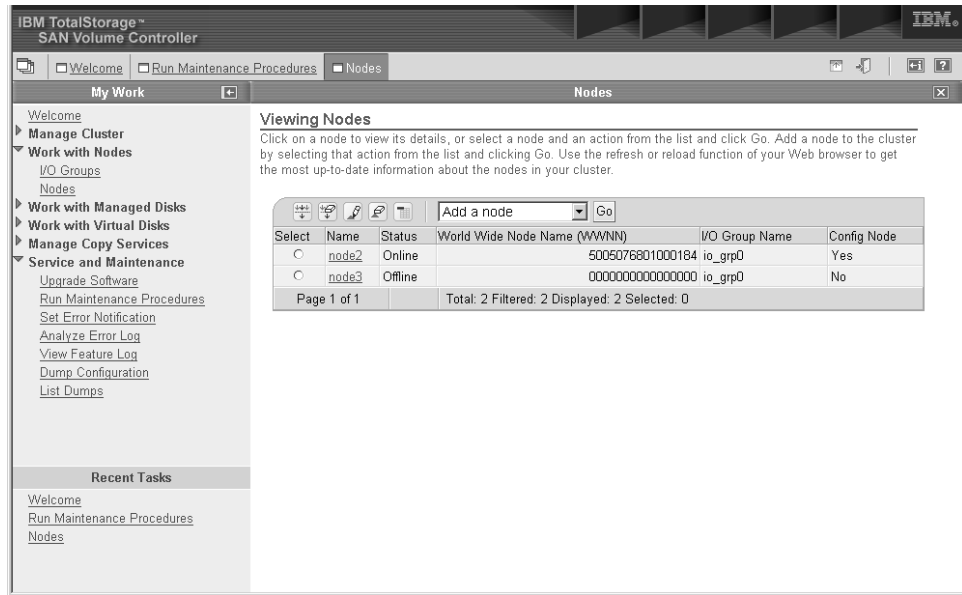

图 24. SAN Volume Controller Console Nodes 面板
2. 选择 Nodes 选项，显示以下面板。请参阅第 9 页的图 24。